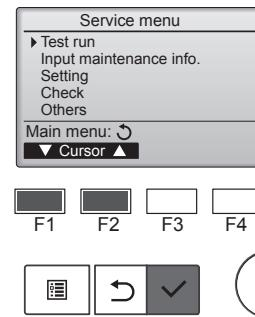

Fig. 8-1
- Välj "Test run" (Testkörning) från Servicemeny och tryck på [VÄLJ]. (Fig. 8-1)